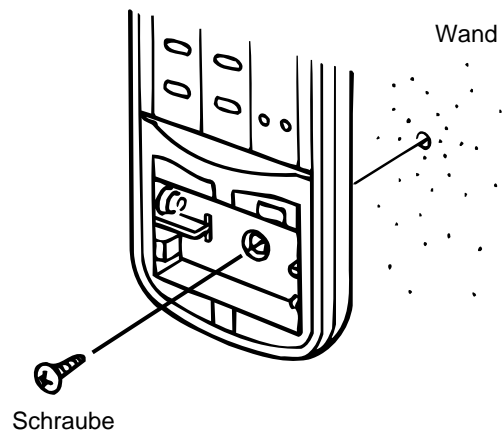

Abb.7b
- 3) nachdem der korrekte Betrieb sichergestellt ist, schrauben Sie die mitgelieferte Spezialschraube mit einem Schraubendreher in die Wand (Abb. 7b)
- 6) Stecken Sie die Befestigungsschraube durch das Loch im Batteriefach, und schrauben Sie die Fernbedienung mit einem Schraubendreher an der Wand fest (Abb.7b)